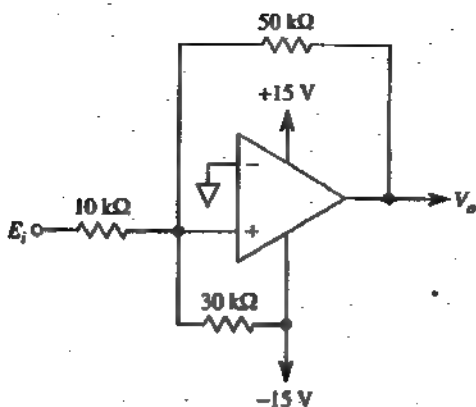

FIGURE P4-10
- 4-10. For the circuit of Fig. P4-10 calculate (a) V_{ctr} ; (b) V_H ; (c) V_{UT} ; (d) V_{LT} . Assume that $+V_{sat} = \pm 15 \text{ V}$.